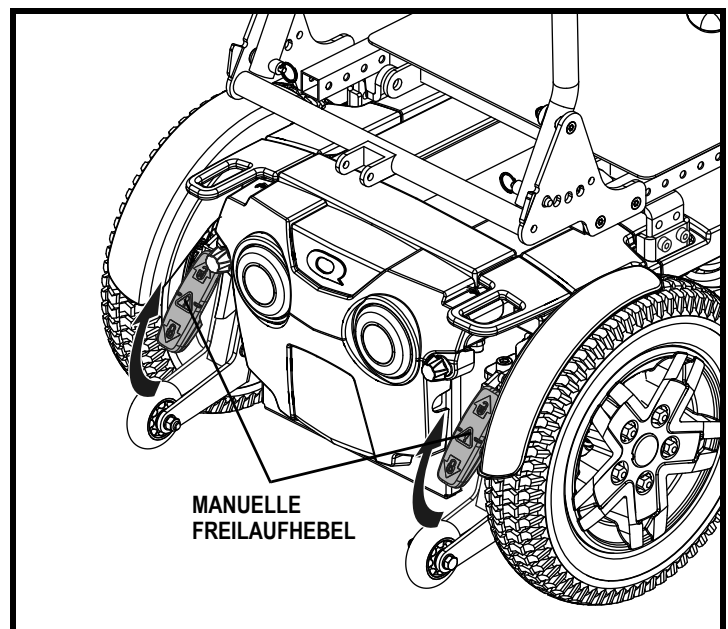

Abb. 10. Freilaufmodus (Antrieb deaktiviert)
3. Zum Auskuppeln der Antriebsmotoren ziehen Sie die beiden Hebel nach oben (Freilaufmodus). **Siehe Abb. 10.**